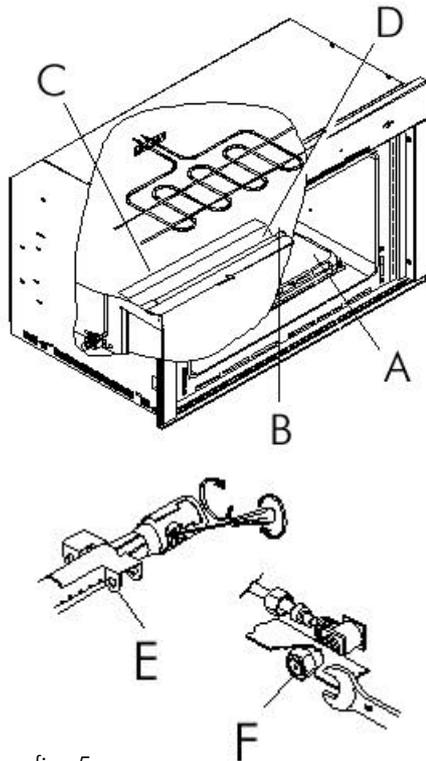

fig. 5
**ADATTAMENTO PER ALTRI TIPI DI GAS:** se il gas erogato è diverso da quello di predisposizione dell'apparecchio eseguire le operazioni di trasformazione come di seguito indicato (fig.5):
- estrarre la platea del forno (fig.5);
**ADAPTAREA LA ALTE TIPURI DE GAZ:** daca tipul de gaz furnizat este diferit de cel setat pentru functionarea cuptorului, trebuie efectuate urmatoarele proceduri de adaptare (fig. 5):
- scoateti placa de baza (fig. 5);